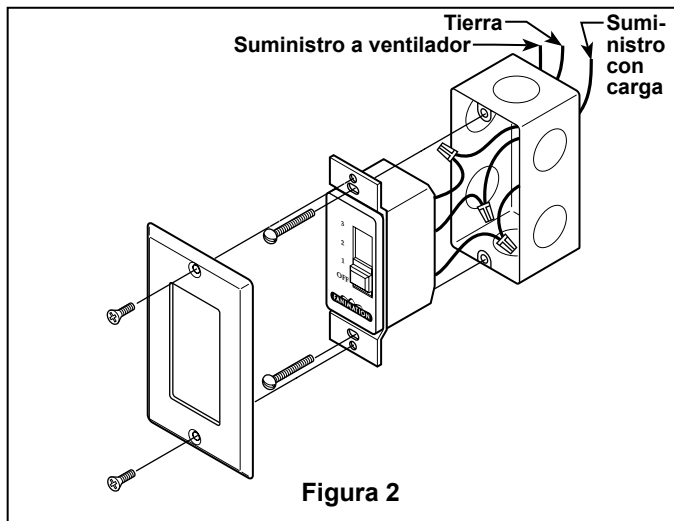

Figura 2
4. Asegúrese de alinear los orificios cuando introduzca el barral con la cubierta de goma en el soporte de barral antes de colocar el pasador y el pasador de horquilla. (Figura 1 y Figura 2)
1. Fijación del Cable de Soporte para Techo (Figura 2):
NOTA: el cable de soporte para techo se debe asegurar directamente a la viga de techo o miembro estructural, entre la arandela plana y la caja de conexiones, con un tornillo de cabeza cuadrada de 2" (Figura 2).
2. Sujeción del Soporte de Suspensión (Figura 2):